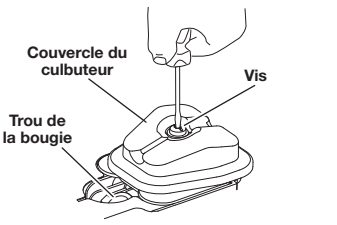

Fig. 29
4. Retirez la vis maintenant le couvercle du culbuteur à l'aide de l'outil approprié (Fig. 29). Retirez le couvercle du culbuteur et le joint.
- le piston est au sommet de sa course en inspectant le trou de la bougie (Fig. 29) ;
8. Remettez en place le couvercle du culbuteur en utilisant un nouveau joint (Fig. 29). Serrez la vis à : 20–30 in•lb (2,2–3,4 N•m).